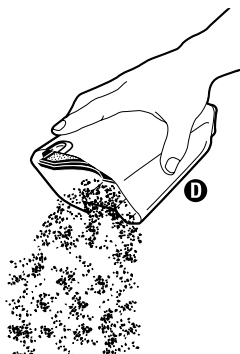

FIG. 10
Step 3: Pull the filter **E** out of the dust cup **D**, shake contents of dust cup into a waste container (Fig. 10).
- Étape 3 :** Tirez le filtre **E** du réceptacle à poussière **D**, secouez le contenu du réceptacle dans une poubelle (Fig. 10).
- Paso 3:** Jale el filtro **E** para extraerlo de la bolsa para polvo **D** y sacuda el contenido de la bolsa para polvo para vaciarla en el recipiente de residuos (Fig. 10).